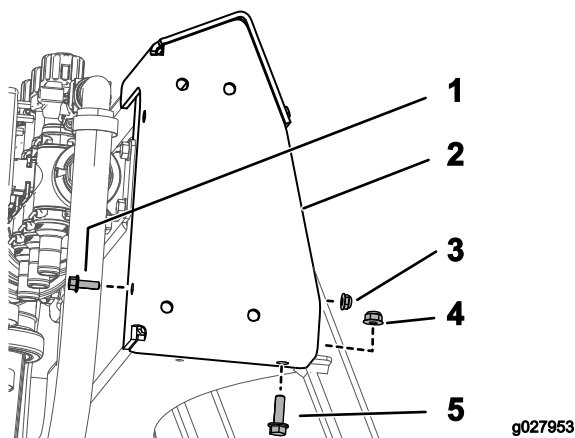

图2
1. 使用 1 个螺栓（1/4~20 x 3/4 英寸）、1 个螺母（1/4~20 英寸）、1 个锁紧螺栓（5/16~18 x 1 英寸，GR5）和 1 个凸缘螺母（5/16~18 英寸）安装上支架，如图2 中所示。